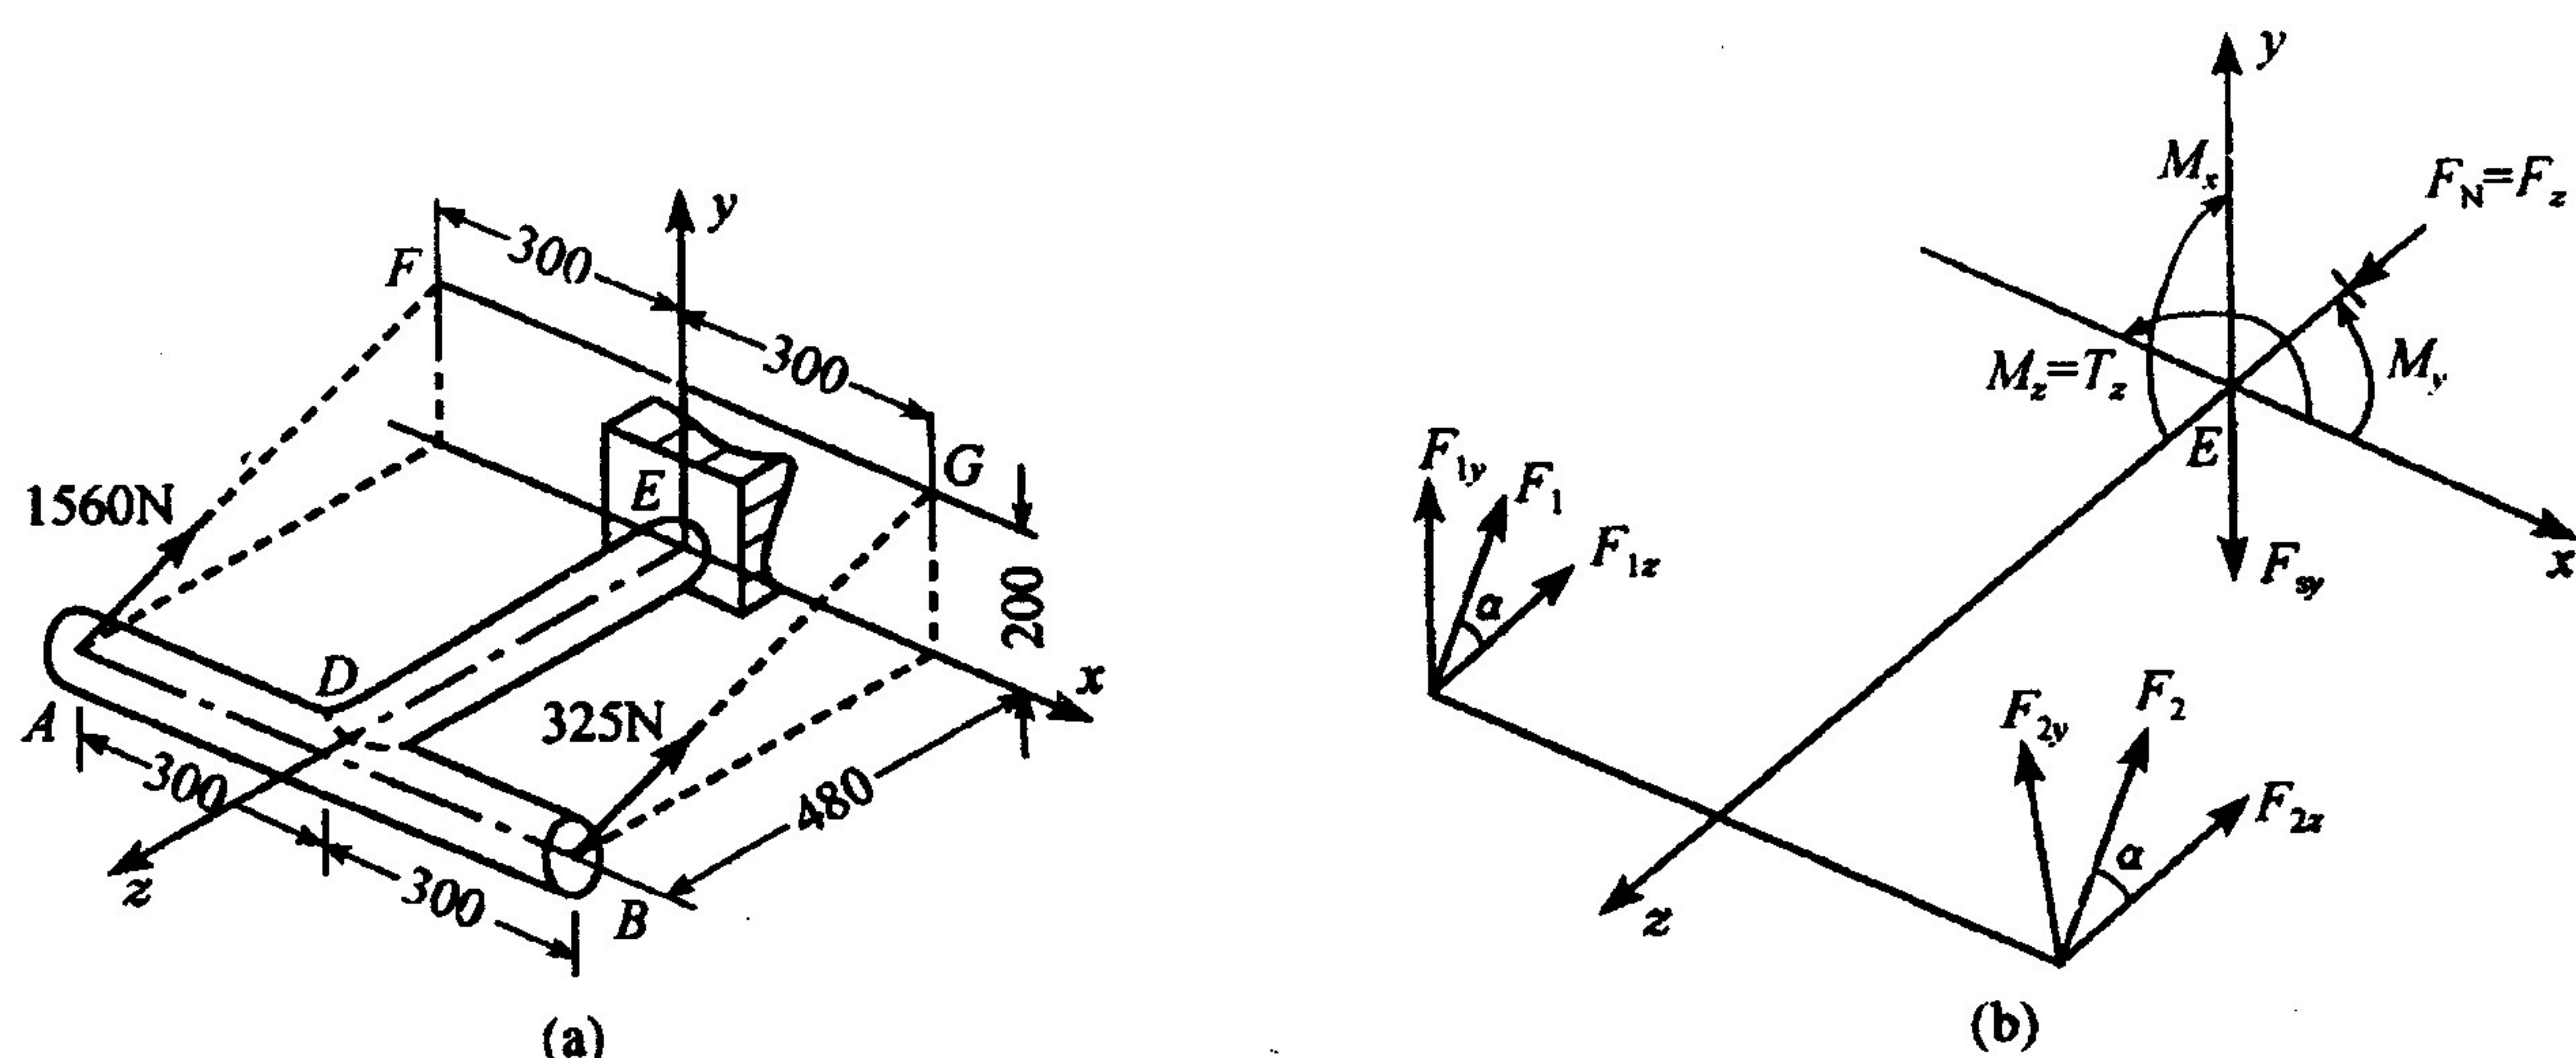

图 2.6
(1) 内力分析，确定危险截面及内力分量。由图2.6(a)知 $AF=BG=\sqrt{480^2+200^2}=520 (\text{mm})$ ，设 $\angle GBH=\alpha$ ，且 $F_1=1560 \text{ N}$ ， $F_2=325 \text{ N}$ ，则